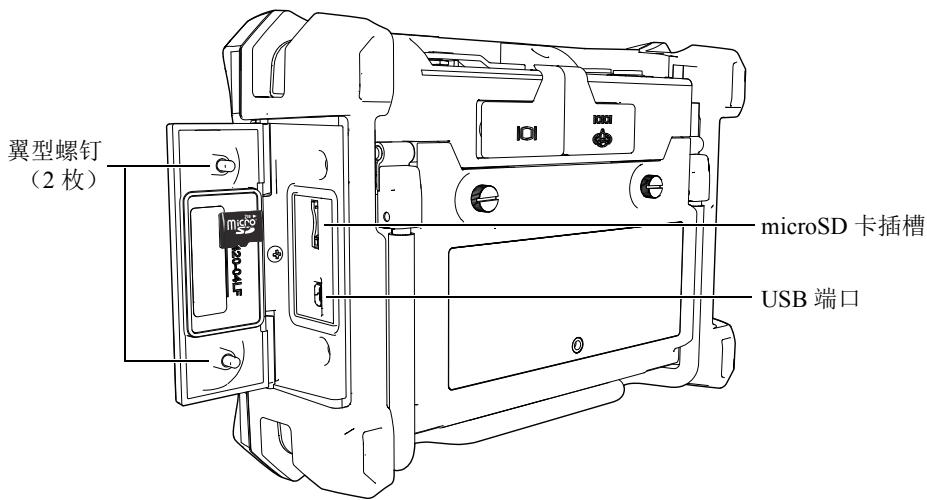

图 2-12 安装 microSD 卡
2. 拧松两个翼型螺钉，然后打开 BondMaster 600 仪器的输入 / 输出（I/O）舱盖（参见第 34 页的图 2-12）。